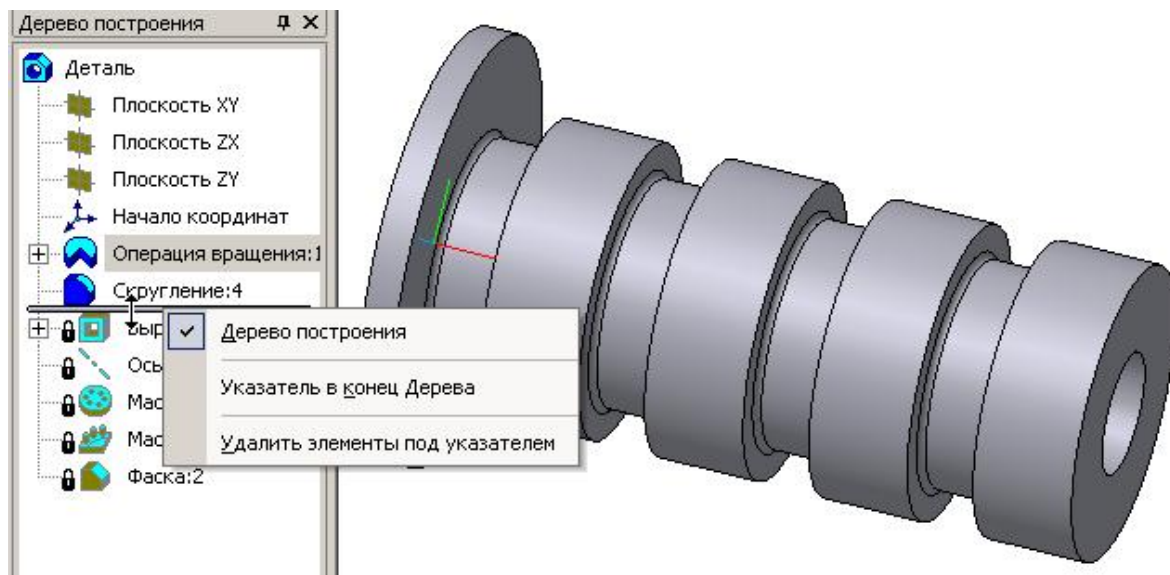

Рис. 117
- Установите курсор на указатель окончания построения модели и из контекстного меню выберите **Указатель в конец Деревя**, рис. 117.